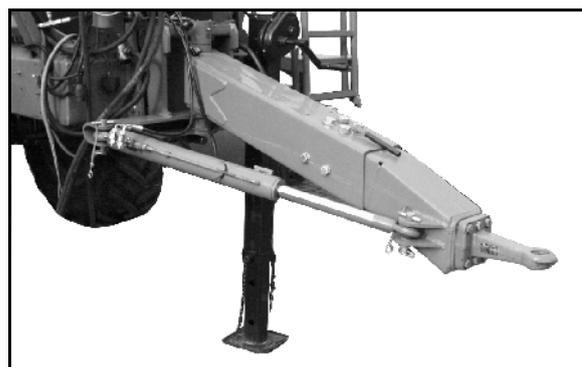

Fig. 25
- Trail-Tron Gleichspurdeichsel (Fig. 25)